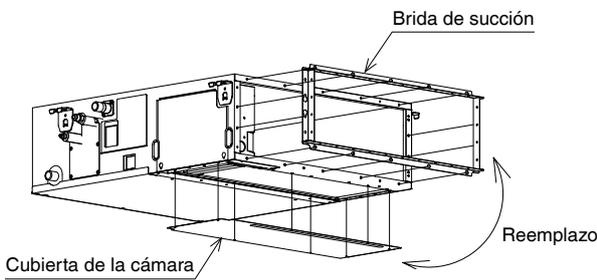

Fig. 5
(6) En el caso de cambiar la succión preestablecida a succión del lado inferior, reemplace la cubierta de la cámara y la brida de succión (Consulte la Fig. 5)